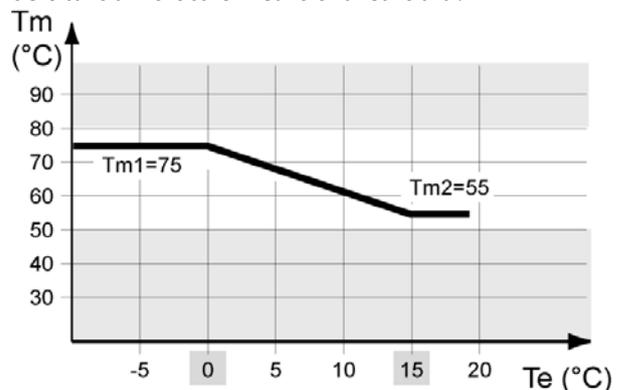

Figura 23
In questo caso, le operazioni descritte nel paragrafo precedente non sono più necessarie in quanto la temperatura di mandata dell'acqua di riscaldamento (Tm) viene automaticamente fissata dall'elettronica della caldaia in funzione della temperatura esterna (Te) e in base a parametri che il centro assistenza che esegue la prima accensione deve inserire. In Figura 23 vi è un esempio della retta che determina la relazione tra temperatura di mandata all'impianto (TM) e temperatura esterna (TE).